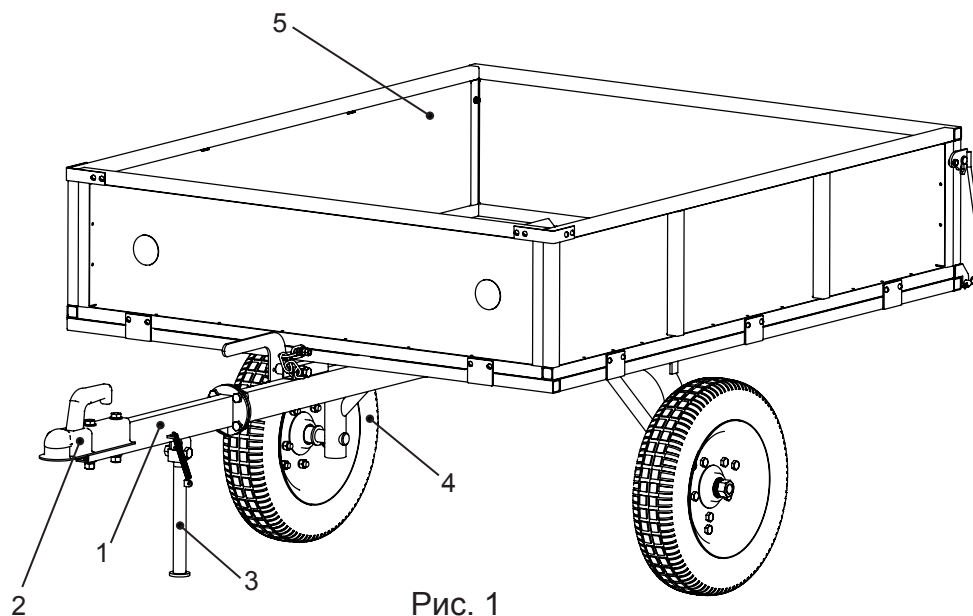

Рис. 1
3.1 Тележка прицепная ТПМ-К одноосная, не поддрессорена, общий вид тележки предствлен на рис. 1. Кузов (5), опрокидывающийся (вручную) металлический с открывающимся, съемным задним бортом.